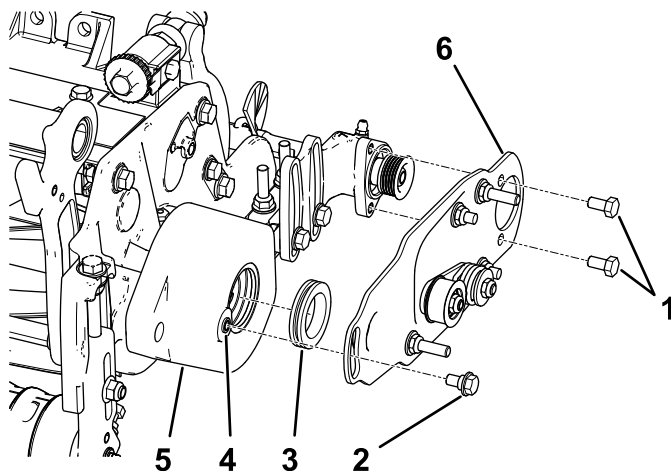

图 10
2. 在滚筒刷架中的套环内径上涂抹一层润滑脂 图 10。
3. 安装左侧或右侧滚筒刷枢轴板 图 10。
注意 确保怠轮皮带轮组件按图 10 中所示安装在底部。
- 为 2 个螺栓 5/16 x 1/2 英寸涂抹防松螺纹油并用这两个螺栓将滚筒刷侧板安装到滚筒刷轴承座上 图 10。
- 用 5/16-18 水龙头清除滚筒刷架中螺纹上的油漆然后再拧入轴肩螺栓 图 10。
- 在轴肩螺栓上涂抹防松螺纹油 图 10。
- 用轴肩螺栓将滚筒刷侧板固定至滚筒刷架上 图 10。